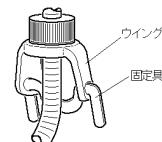

図2. 固定具(装着状態)
5. 製造時のウイング固定を目的とした、固定具（図2. 参照）が装着されている。